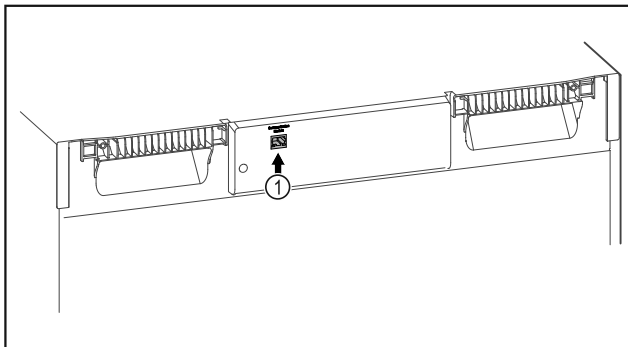

Fig. 120
- Moduli SmartModule Fig. 120 (1) është vendosur.